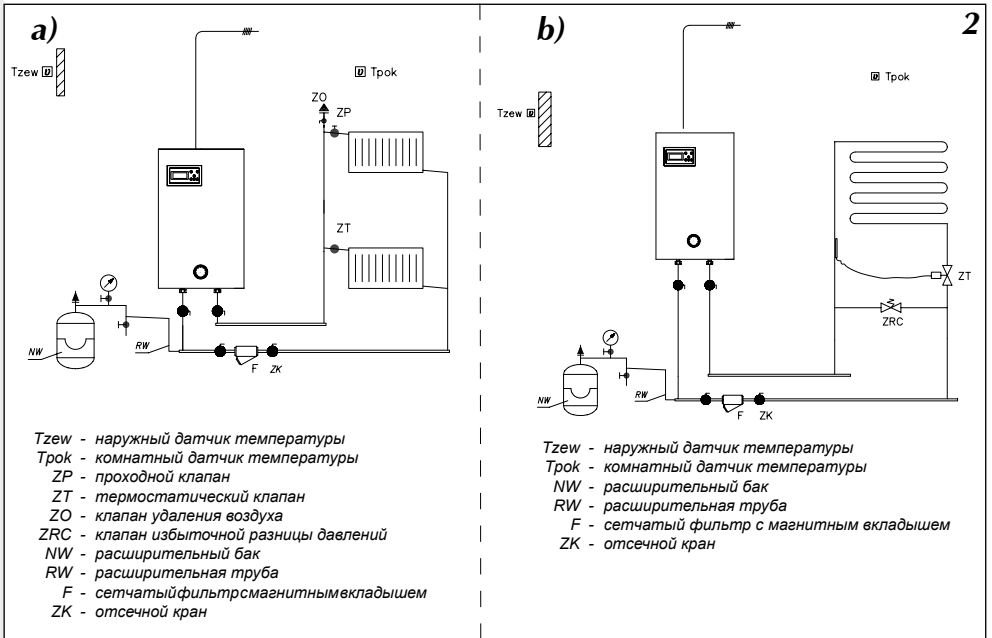
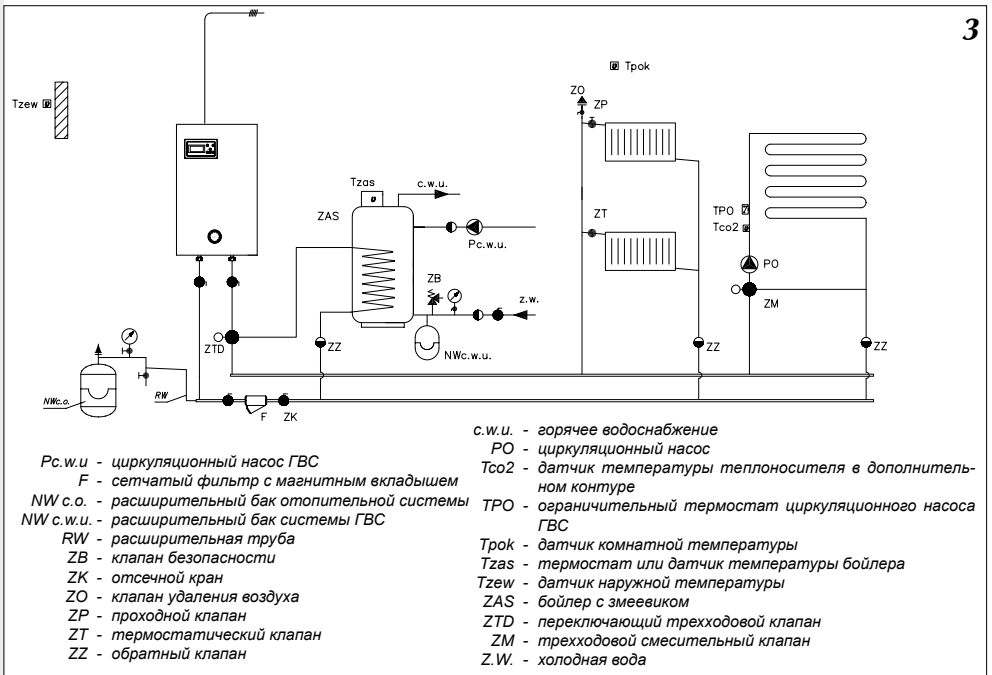
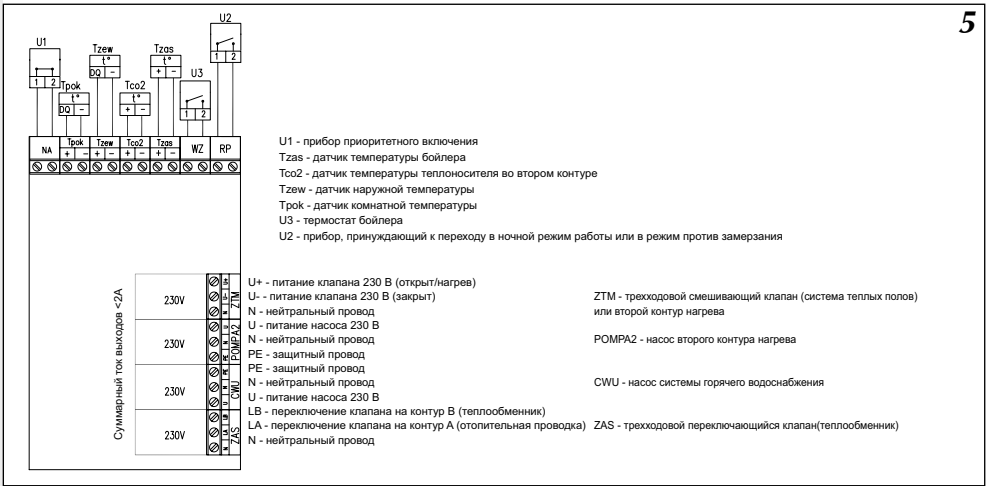

Рис.2 Примерная схема отопительной системы
Рис.3 Примерная схема отопительной системы – радиаторы, обогрев теплых полов, бойлер ГВС.
Рис.5 Подключение наружных устройств к плате ZIO.
2. Подключить котел к отопительной проводке, оснащенной отсечными кранами (рис.2 и рис.3).
- на модуле ZIO замкнуты клеммы NA (см. рис. 5),
К котлу можно подключить, в зависимости от потребности, ряд дополнительных приборов или необходимых датчиков (рис. 5).
К котлу можно подключить прибор приоритетного включения – например проточный водонагреватель (рис.5), который будет выключать нагрев котла. Это решение используется с целью ограничения потребления максимальной мощности. Приоритетный прибор должен иметь выход сигнального управления. **Прибор приоритетного включения подключается при помощи провода (напр. LIYY 2x0,14) к клеммам „NA” на плате ZIO. На клеммы „NA” запрещается подавать какое-либо напряжение!** Перед подключением приоритетного прибора следует проверить имеет ли он выход сигнального управления. Если приоритетный прибор может управлять только сигналом напряжения, следует использовать соответствующее реле. **Неиспользуемые клеммы NA следует оставить в замкнутом состоянии!**
Из этих двух способов можно выбрать один при помощи соответственной установки в сервисном меню. Способ подключения клемм термостата и датчика температуры в теплообменнике представлен на рис.5.
Рис.5а Схема подключения клапана Honeywell
Котел z может управлять насосом системы горячего водоснабжения. Управление основано на включении или выключении этого насоса в зависимости от установленной суточной программы. Таким образом насос можно отключить, например на ночь. Насос подключается к плате ZIO согласно рис.5. Напряжение питания насоса – 230В.
Разъем ZTM на плате ZIO22 рис.5 служит для подключения смесительного клапана запитки второго контура (рис.3 кран ZM). Этот контур должен быть приспособлен для запитки более низкими температурами чем в отопительной системе. Например, если отопительный контур запитывается температурой 85°C (см „Сервисное меню” параметры WChG,WChG2, Tсomax и Tс2max), второй контур может служить для запитки системы Теплый пол максимальной температурой 60°C. В этом случае следует помнить о установке дополнительной защитной арматуры, предохраняющей от появления слишком высокой температуры во втором контуре. Для измерения температуры во втором контуре используется датчик типа WE-008.
На плате ZIO рис.5 имеется разъем RP, замыкание которого приводит к переходу котла в режим работы против замерзания или в ночной режим работы. Выбор одного из этих режимов осуществляется в сервисном меню. Также как и на разъем NA, на него нельзя подавать напряжение!